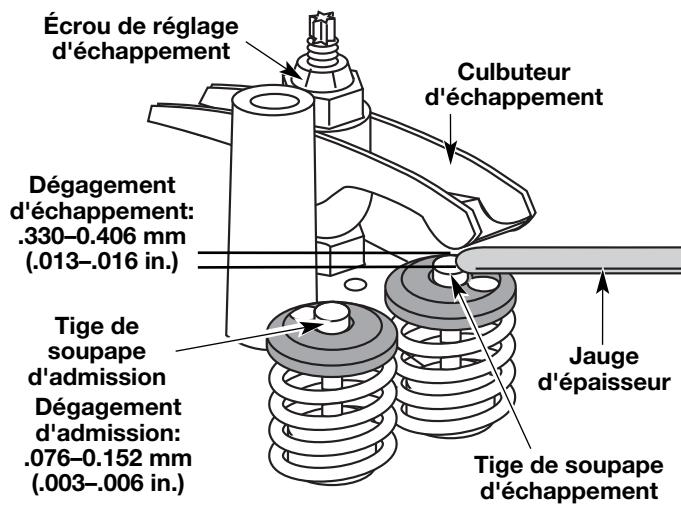

Fig. 67
Servez-vous d'une jauge d'épaisseur d'automobile standard de 0,127 et 0,381 mm (0,005 et 0,015 po). La jauge d'épaisseur devrait pouvoir glisser entre le culbuteur et la tige de soupape en rencontrant une faible résistance mais sans coller (Fig. 67).
a. Tournez l'écrou de réglage à l'aide d'une clé de 8 mm (5/16 po) ou d'un tournevis à embout hexagonal (Fig. 67).